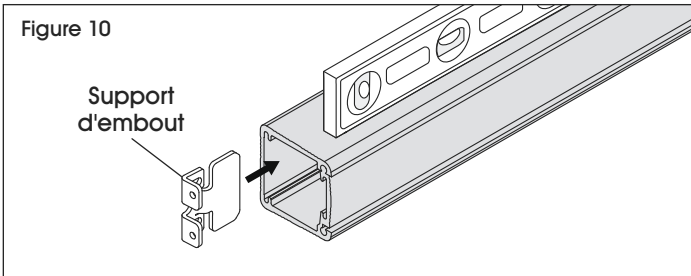

Figure 10
11. Insérez le support d'embout dans le dispositif de sortie. (Voir Figure 10)